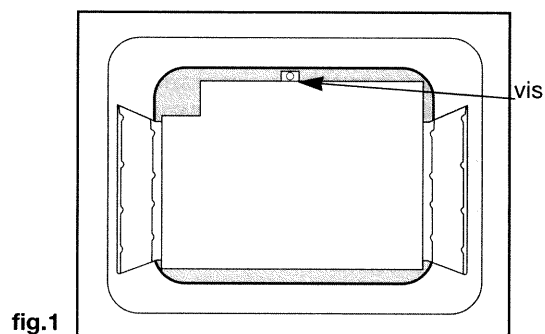

fig.1
1. Dévissez la vis maintenant la paroi arrière de la cavité du four et retirez cette paroi (**fig.1**).